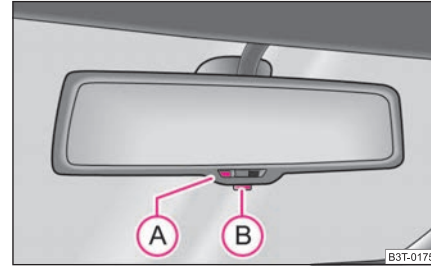

Abb. 60 Automatisch abblendbarer Innenspiegel
- Drücken Sie die Taste **(B)** - die Kontrollleuchte **(A)** leuchtet ⇒ Abb. 60.